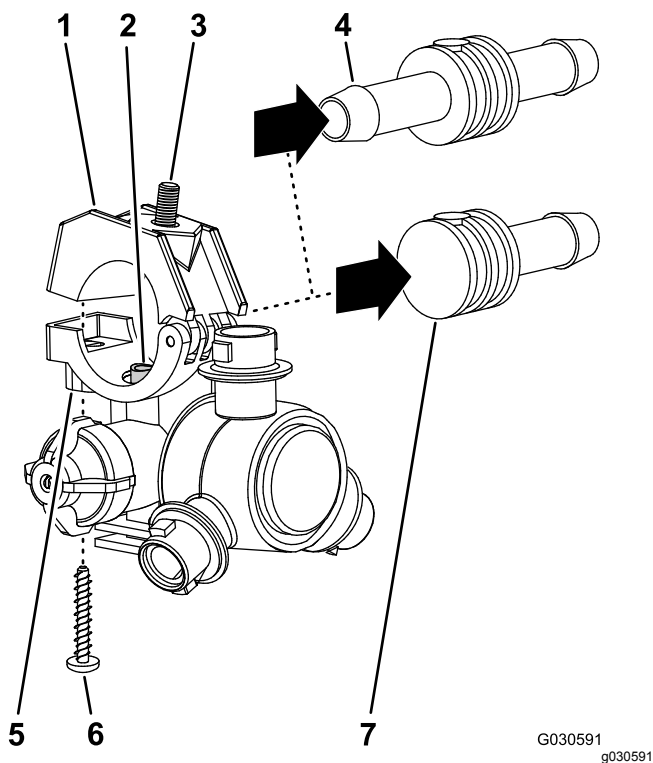

Figura 48
2. Retire el tornillo de acero inoxidable (Nº 12 x 1 1/4") que sujeta la mitad superior de la abrazadera y el conector de manguera de dentado simple o doble (3/4") al cuerpo de la boquilla de fumigación, y separe el conector de manguera dentado y la manguera de la boquilla (Figura 48).